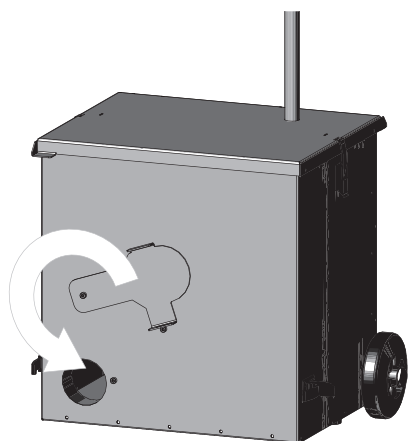

Fig. 52
- Fermer l'ouverture et emmener le bac à cendres vers son lieu de vidage – Fig. 52.